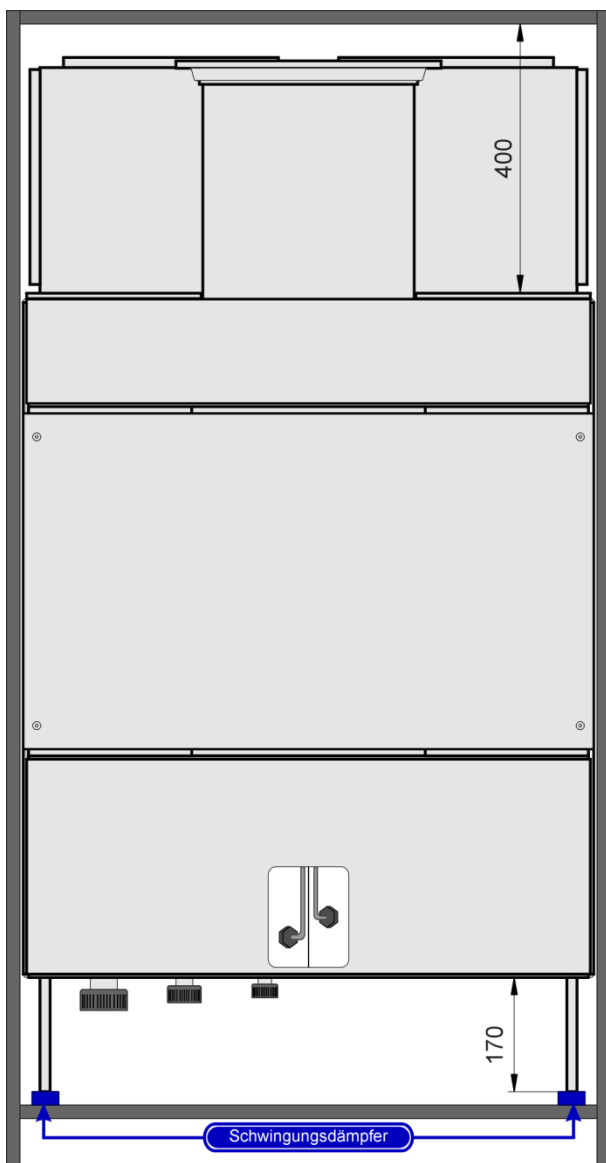

Abbildung 5: Einbau
- Das Gerät sollte zur besseren Schwingungsentkopplung an entsprechenden Stellen mit Schwingungsdämpfern unterlegt werden (vgl. Abbildung 5).